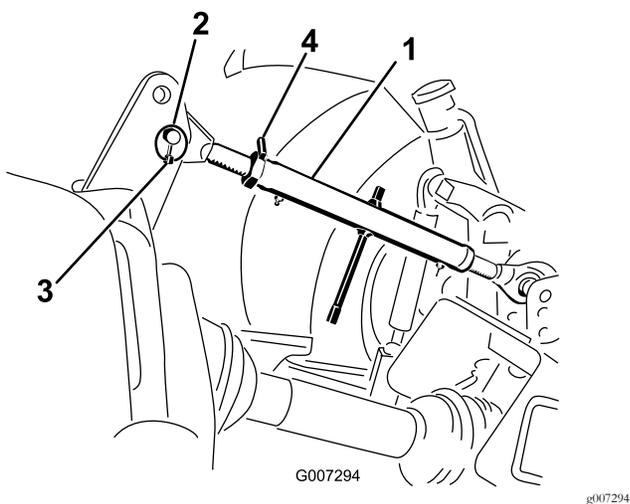

Рисунок 8
1. Подсоедините верхнее звено к нижнему отверстию в кронштейне и закрепите с помощью штифта звена со шплинтом (Рисунок 8).
3. Поверните верхнее звено, чтобы затянуть его. Отрегулируйте его так, чтобы передняя часть рамы аэратора была расположена под 90 градусов относительно горизонтали (Рисунок 8).